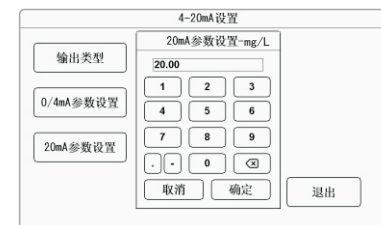

图2-54
- ◆ 20mA参数设置：点击20mA参数设置弹出如图2-54所示界面，可以修改参数值，选定后按【确定】键确认。